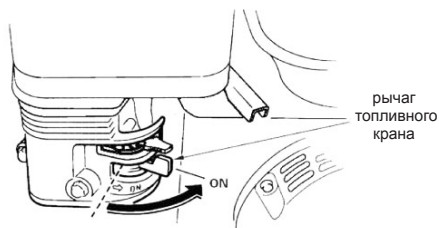

Рис.30
1. Откройте топливный кран, перемотив рычаг топливного крана в рабочее положение (ON) Рис.30.